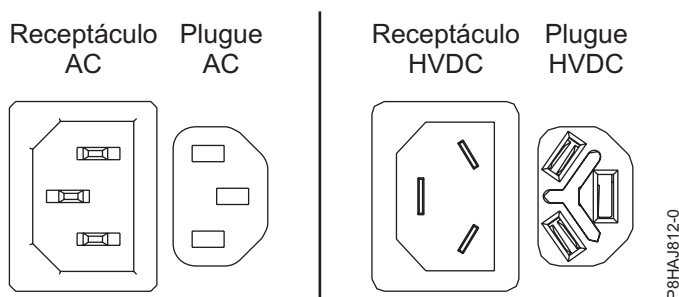
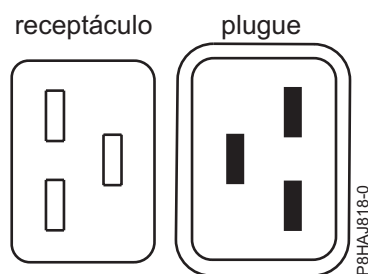
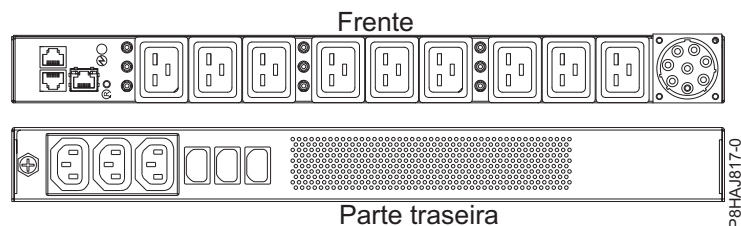

Figura 48. Conectores AC e HVDC
Figura 49. Conectores do sistema 8408-44E
Figura 50. O PDU para o sistema 8408-44E
O Figura 48 mostra os conectores de corrente alternada (AC) e de corrente direta de alta voltagem (HVDC) suportados. O Figura 49 e o Figura 50 mostra os conectores suportados e a unidade de distribuição de energia (PDU) do 8408-44E.